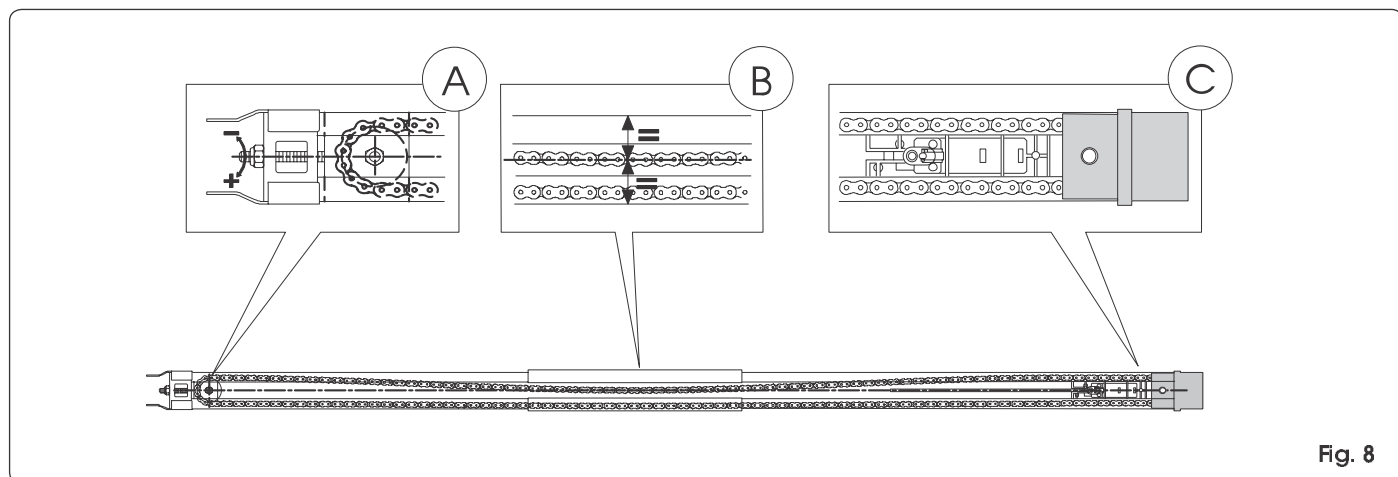

Fig. 8
- 5) Coricare la guida di scorrimento sul fianco (Fig. 8)
- 6) Spingere il carrello in prossimità del gruppo innesto trazione (Fig. 8 rif. C).
- 7) Regolare il tensionatore (fig. 8 rif. A) in modo che la zona centrale dell'ansa, formata dal ramo superiore della catena, coincida all'incirca con la mezziera della guida di scorrimento (Fig. 8 rif. B).